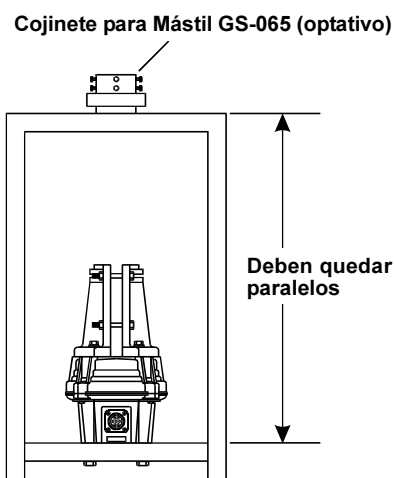

Figura 3
3. Si ha de utilizar un cojinete de empuje (como el optativo de Yaesu, modelo **GS-065**), móntelo en la parte superior de la torre (ver figura 3) con las piezas de metal que se suministran con el referido accesorio.